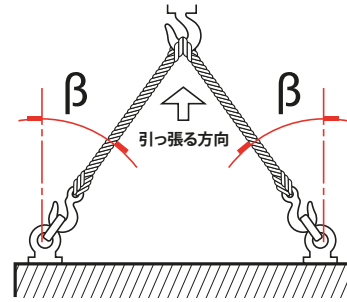

図 7.1 持ち上げ図(単動アクチュエータ。サイズ 161まで)
- 単動アクチュエータの場合、図 7.1 のように二重チェーンのスリングを吊り金具に引っかけて下さい